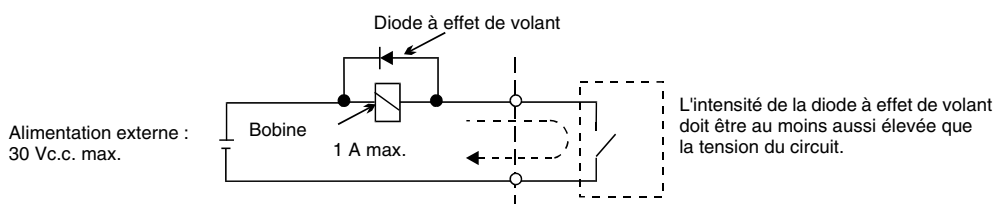

Fig. 6 Raccordement de la diode à effet de volant
- \*3. Lors de la manipulation d'une charge réactive, telle une bobine de relais alimentée en c.c., toujours insérer une diode à effet de volant comme illustré à la Fig. 6